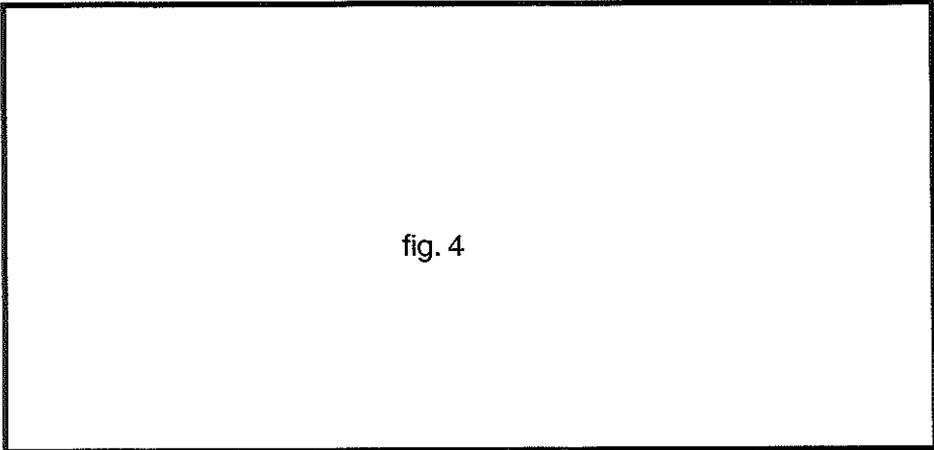

fig. 4
- 2) En el piñón de 30 dientes (fig. 4, nº 5) colocar a presión el bulón (nº 4) en el agujero «A». Fijarlo con «Loctite» o similar.